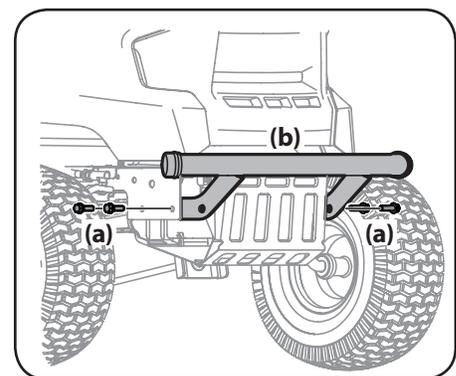

Figure 2-10
- Positionnez les supports du pare-chocs sur l'intérieur du châssis du tracteur et maintenez-les avec les quatre boulons hex. à collet (a). Voir la Figure 2-10.